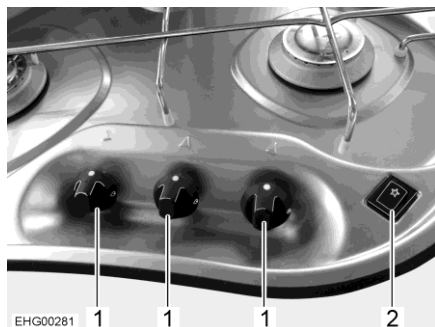

Fig. 97 Boutons de commande (réchaud à gaz)
- Tourner le bouton tournant (Fig. 97,1) du brûleur désiré en position d'allumage (grande flamme).
- Appuyer sur le commutateur à bascule (Fig. 97,2). Le brûleur produit des étincelles.